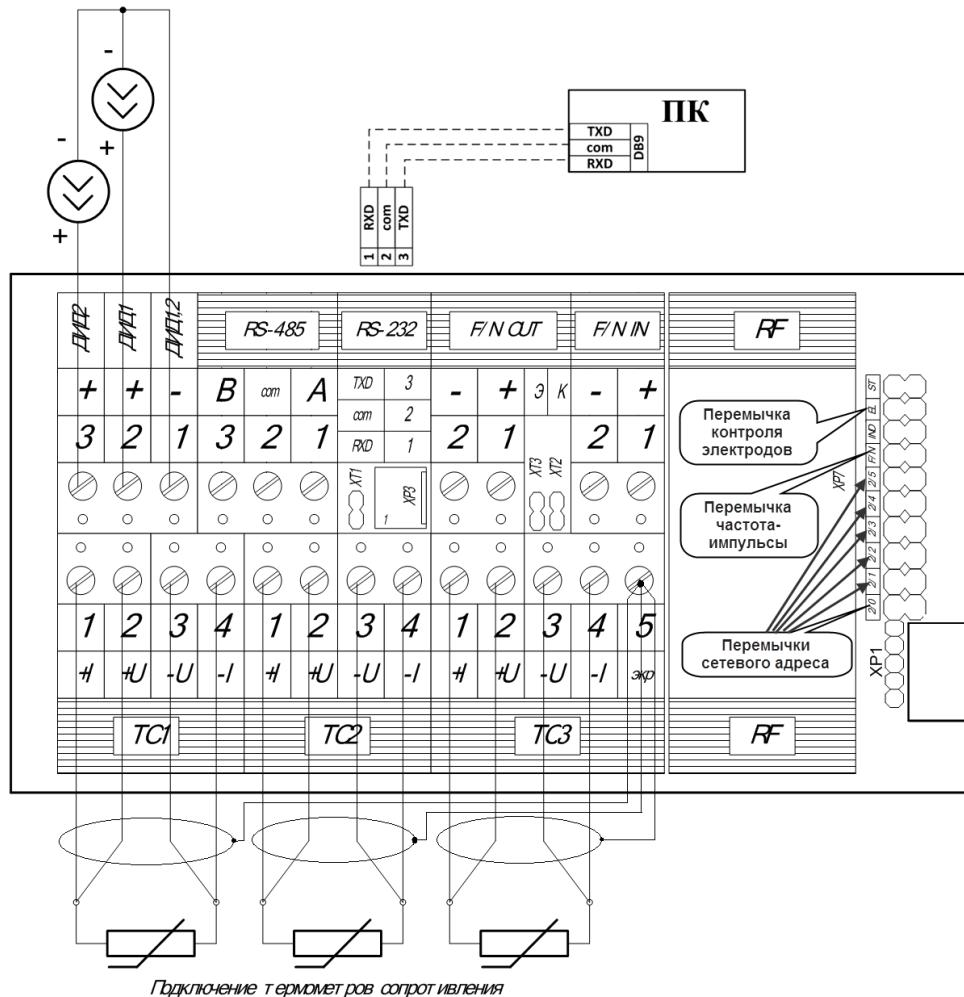

Рисунок 8.12 Схема подключения расходомера PCM-05.05(ТЭСМАРТ-П), PCM-05.05(ТЭСМАРТ-ПА).
8.7.3 При считывании данных по интерфейсу RS-485 для подключения расходомера к ПК дополнительно требуется конвертер, преобразующий сигналы интерфейса RS-232C в RS-485 и обратно. Рекомендуемый конвертер – I-7520 с автоматически подстраиваемой скоростью и форматом. Для организации сети расходомеров на базе последовательного интерфейса RS-485 необходимо каждому прибору присвоить уникальный сетевой адрес с помощью установки перемычек, задающих сетевой адрес в двоичном виде (см. рис. 8.12).
8.8.2 Проверить правильность монтажа электрических цепей в соответствии с электрической схемой подключения, приведенной на рис. 8.12.
8.9.2 Конфигурация выходных каскадов (см. рисунок 8.12), выбирается по-средством установки/снятия джамперов на плате коммутации (таблица 8.2):
8.10.1 Для расходомеров установка сетевого адреса расходомера осуществляется путём установки/снятия джамперов **0, 1, 2, 3, 4, 5** на **плате коммутации** (поле **XP7**, см. рисунок 8.12). «**ON**» соответствует установленному джамперу, «**OFF**» соответствует снятому джамперу.